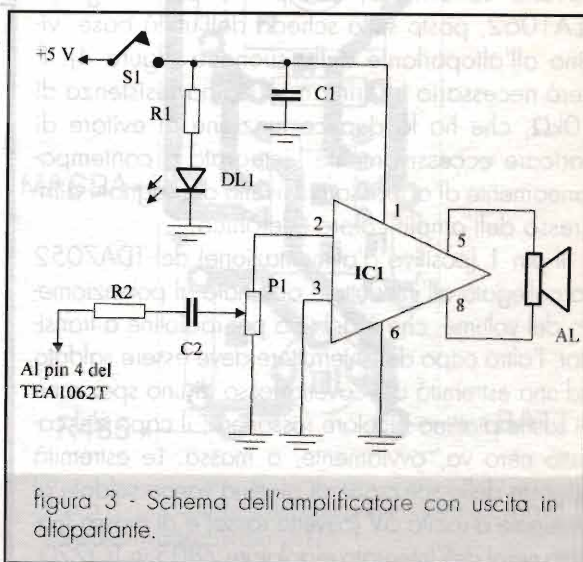

figura 3 - Schema dell'amplificatore con uscita in altoparlante.
Lo schema elettrico è visibile in figura 3 e, come si può notare, i componenti esterni richiesti per il suo funzionamento sono pochissimi. Si richiede un potenziometro di $10k\Omega$ tra ingresso (2) e massa, un condensatore da $100nF$ sul cursore d'ingresso ed un condensatore da $1\mu F$ tra i terminali 1 (positivo) e 6 (massa) di alimentazione. Il pin 3, che costituisce il ritorno del circuito d'ingresso, va collegato direttamente a massa e l'altoparlante è inserito tra i pin 5 e 8.